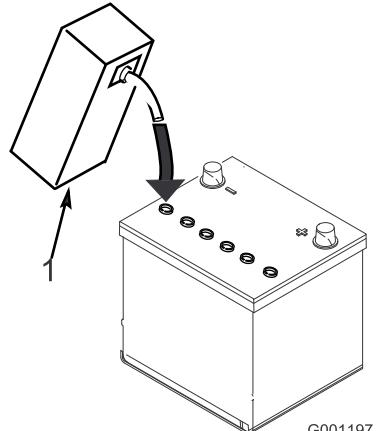

Figure 5
- Versez de l'électrolyte avec précaution dans chaque élément jusqu'à ce que les plaques soient recouvertes d'environ 6 mm de liquide (Figure 5).
- Attendez environ 20 à 30 minutes pour que les plaques aient le temps de s'imprégnier d'électrolyte. Faites l'appoint au besoin pour que le niveau de liquide monte à 6 mm en dessous du creux de remplissage (Figure 5).